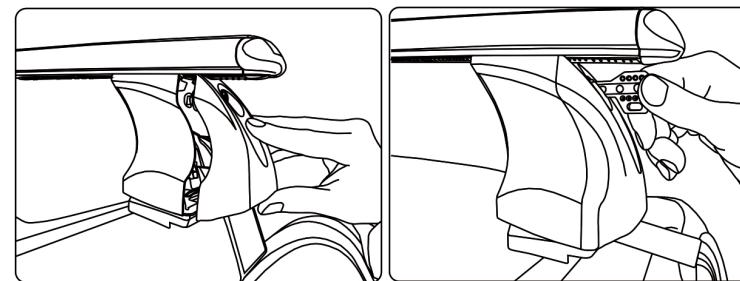

рис. 24
1.3.7 Установите передние крышки опор. Поворотом ключа по часовой стрелке на угол  $\approx 90^\circ$  закройте замки (рис. 24)